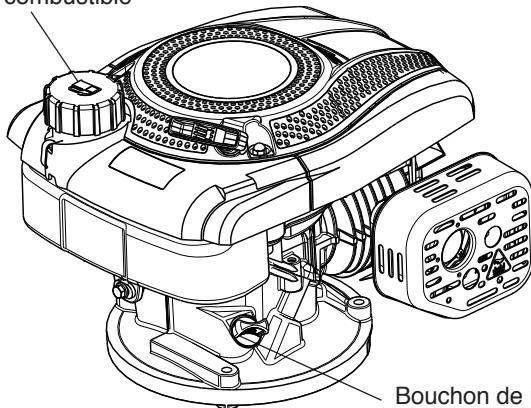

Figure 7
2. Retirez la jauge graduée et essuyez-la à l'aide d'un chiffon propre. Référez à la Figure 7 pour l'emplacement de la jauge graduée.
1. Nettoyez la surface autour du bouchon du réservoir de combustible, pour prévenir les contaminations. Référez à la Figure 7 pour l'emplacement du bouchon du réservoir de combustible.
**REMARQUE :** Référez à la Figure 7 en suivant les étapes suivantes